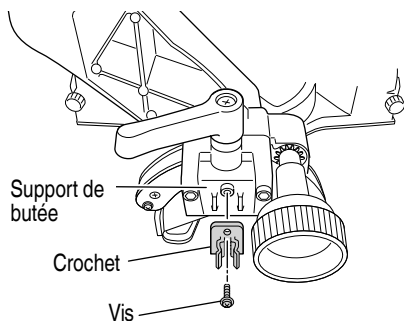

Fig. 53
- (1) Fixation de l'ensemble du crochet (Fig. 53)